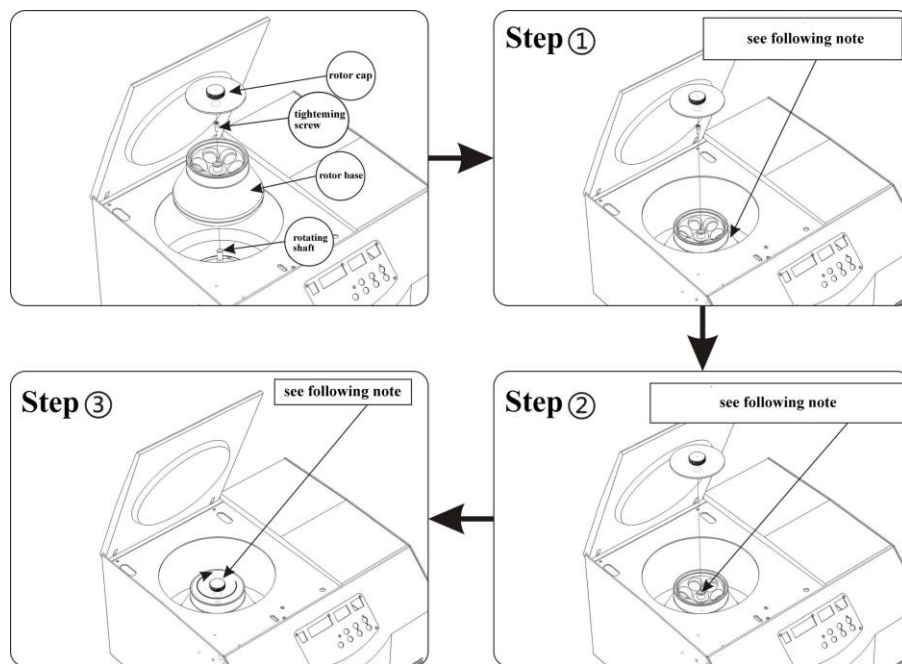

Fig.4 Instalación diagrama esquemático para el rotor angular
8.2 Uso correcto del rotor (ver Fig.4 instalar diagrama esquemático para el rotor angular)